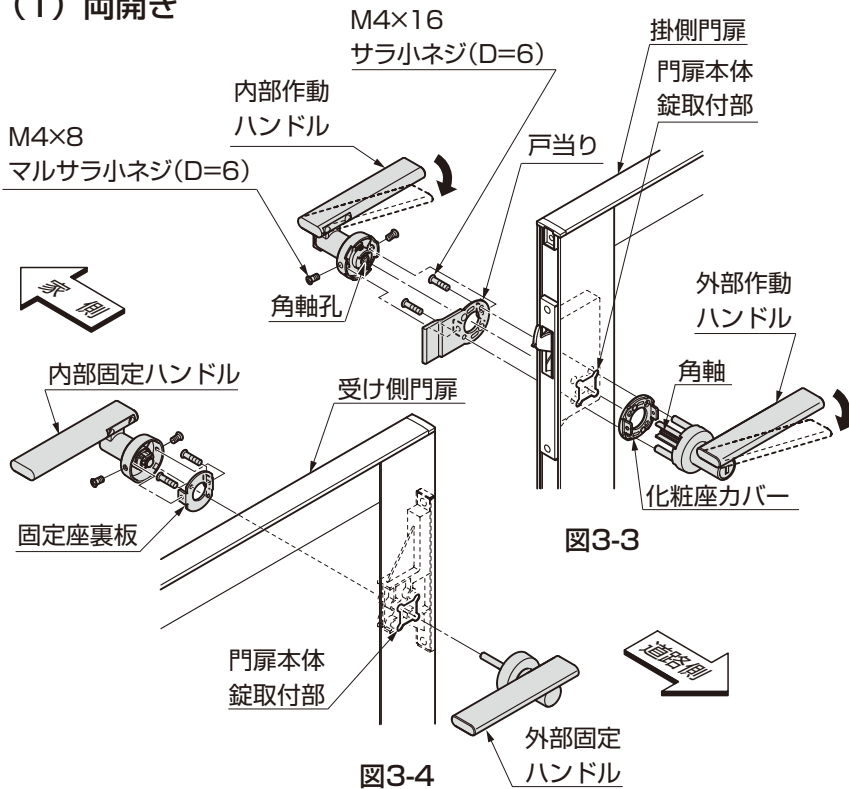

図3-3
①化粧座カバーを取付け、外部作動ハンドルを平行に取付けてください。(図3-3参照)
- ②戸当りを取付け、内部作動ハンドルを平行に取付けてください。(図3-3参照)
③ハンドルを傾けて、鍵が引っ込む動作を確認します。(図3-3参照)